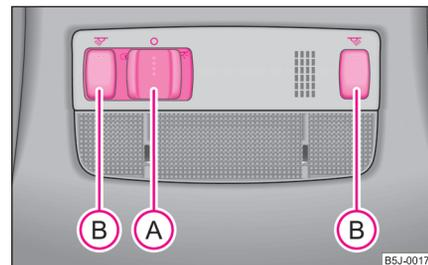

Abb. 37 Ausschnitt aus dem Dachhimmel: Innenbeleuchtung vorn
- Drücken Sie den Schalter  nach rechts in die Stellung  ⇒ Abb. 37.
- Drücken Sie auf einen der Schalter  ⇒ Seite 49, Abb. 37, um die rechte oder linke Leseleuchte ein- bzw. auszuschalten.